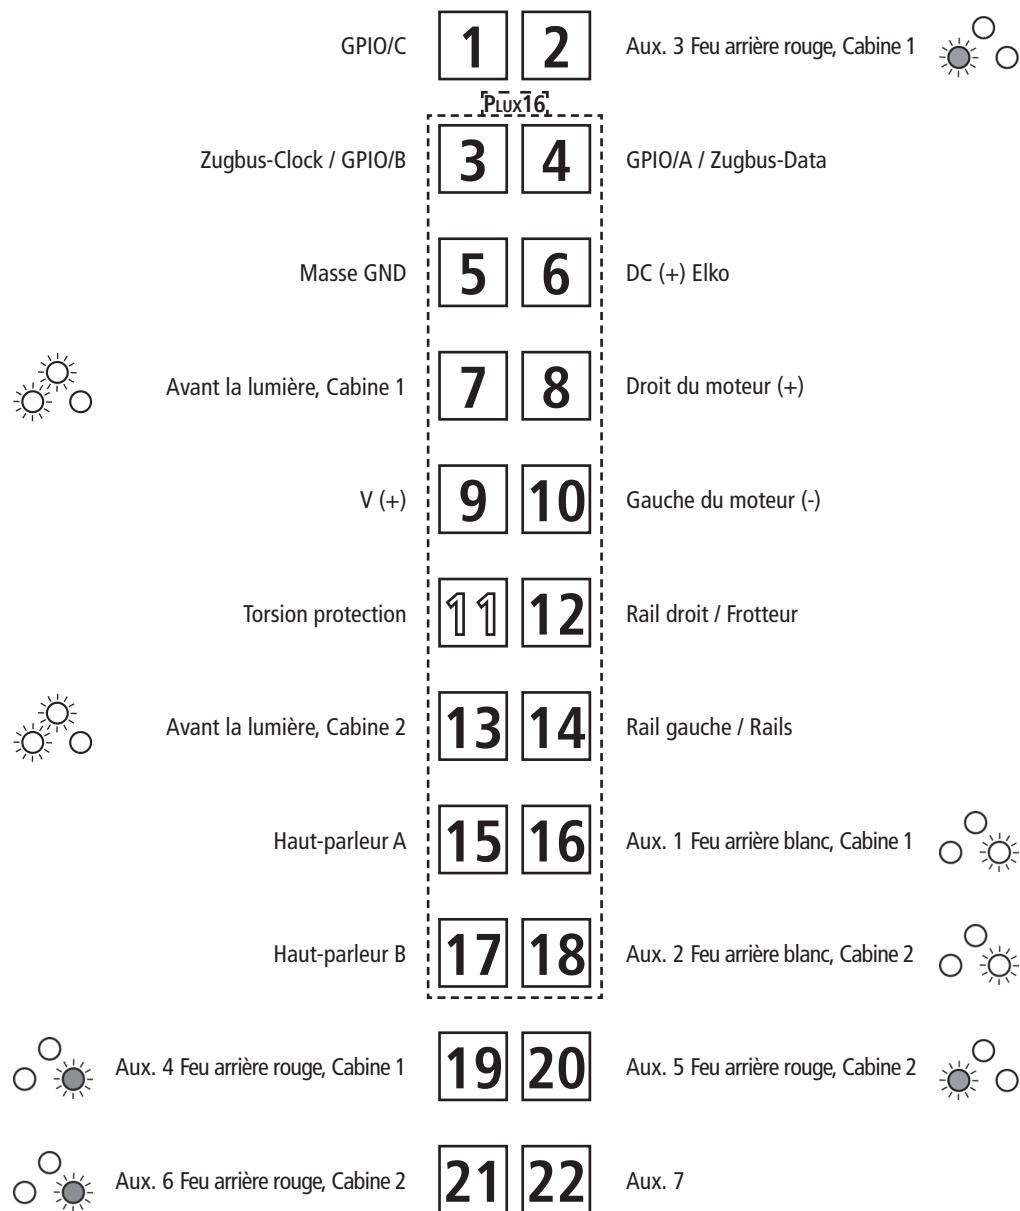

Fig. 6
2. Graissage: N'appliquez **qu'une toute petite goutte** aux endroits indiqués par le plan de graissage (fig. 6) après avoir démonté la caisse de la locomotive (fig. 3). Nous vous recommandons **le graisseur à huile Roco réf. 10906**. Pour graisser les engrenages (roues dentées, vis sans fin) nous vous conseillons la **graisse spéciale Roco réf. 10905** pour engrenages en matières synthétiques. Lorsque vous utilisez cette graisse il faut éviter d'huiler ces composants.